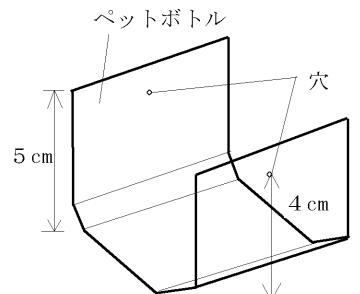
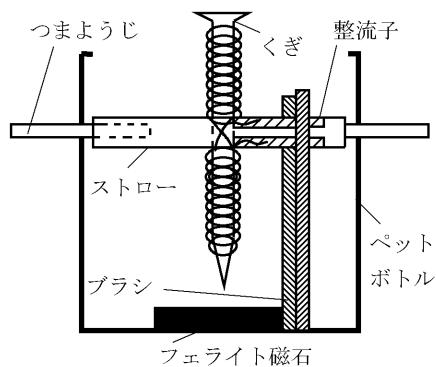

図2 ペットボトルの軸受け
図3 2極モーター
- (3) ストローに幅3mm、長さ2cmに切った銅テープ2枚を貼る。エナメル線の両端をそれぞれの銅テープに固定すると銅テープが整流子となる（図3）。
- (4) 軸受けを作るために、ペットボトルをコの字形に切り取る（図2）。
- (5) 軸受けの両側（底面から高さ約4cmの位置）に千枚通しで穴をあけ、それぞれつまようじをさす（図2、図3）。
- (6) ストローの両端をつまようじにかぶせて、軸受けに取り付ける。
- (7) 軸受けの底面（くぎの真下）に両面テープでフェライト磁石を固定する（図3）。
- (8) ペットボトルの曲面部を長さ7cm、幅5mm程度に2本切り取り、同じ大きさの銅テープを貼り、ブラシとする。それぞれのブラシの端を軸受けの底面にセロハンテープで貼り、ストローを両側からはさむようにする（図3）。